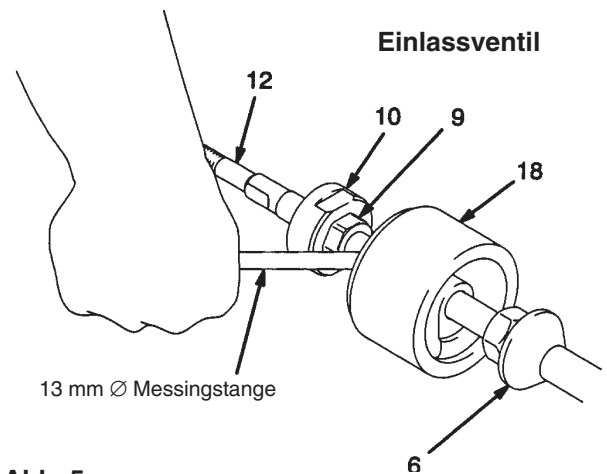

Abb. 5
2. Schlüssel an die Schlüsselflächen der Stange (12) anlegen und mit zweitem Schlüssel Kolbenmutter (14) vom Kolben abdrehen. Kolben (15) und Kolbenführung (13) von Stange nehmen. Äussere Oberfläche der Führung (13) und die innere und äussere Oberfläche des Kolbens (15) auf Beschädigung überprüfen.
3. Pumpe aufrecht in Schraubstock einspannen. Packungsmutter (2) mit Schlüssel (104) lösen bzw. mit Hammer und Messingstange. Die 6 langen Schrauben (32) mit einem Steckschlüssel abnehmen.
4. Die Unterseite des Auslassgehäuses (19) mit Gummihammer leicht anschlagen, um dieses vom Zylinder (4) zu lösen. Auslassgehäuse abheben und beiseite legen. Darauf achten, dass die Kolbenstange (1) nicht beschädigt wird, wenn das Gehäuse abgenommen wird. Dichtungen (39) von der Oberseite des Zylinders nehmen.
5. Zylinder (4) vom Einlassgehäuse (17) abziehen. Die Kolbenstange (1), Kolbensatz, Einlassventilsatz und Stange (12) kommen mit dem Zylinder heraus.
6. Zylinder (4) seitwärts in Schraubstock einspannen, dabei Schutzbacken verwenden. Mit Gummihammer Stange (12), Kolbenstange (1) und Kolbensatz nach oben aus, Zylinder (4) ausschlagen. Den Satz vorsichtig aus Zylinder herausziehen bis die Stange (12) freikommt.
7. Dichtung (39) aus Boden des Zylinders (4) nehmen. Innenseite des Zylinders auf Beschädigungen überprüfen.
8. Schlüsselfläche der Kolbenstange (1) in Schraubstock einspannen. Mit 13 mm Durchmesser Messingstange Einlassventilsatz von Führung (18) wegdrücken, bis Schlüssel an Ventilsatz angelegt werden kann, siehe Abb. 5.